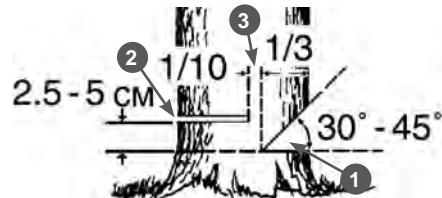

Рис. 9 Расположение запила, пропила и недопила
- Начните пилить с той стороны дерева, куда оно должно упасть (Рис. 9). Сделайте запил 1 с той стороны, куда должно упасть дерево, глубиной примерно $\frac{1}{3}$ диаметра ствола и под углом от 30 до 45 градусов (Рис. 9). В начале пиления первым должен коснуться дерева зубчатый упор. Затем, используя зубчатый упор в качестве точки вращения, вращением электропилы погружайте шину с движущейся цепью в древесину. При спиливании крупных деревьев перестановку упора делают несколько раз.
- Сделайте основной валочный пропил 2 с противоположной стороны, выше основания запила на 2,5-5 см. Между основным пропилом и запилом должен оставаться недопил 3 равный примерно $\frac{1}{10}$ диаметра ствола. Вставьте своевременно клин в пропил. Недопил 3 действует как шарнир и позволяет контролировать падение дерева (Рис. 9).
Ни в коем случае не допиливать до конца недопил 3 (Рис. 9), так как при этом невозможно контролировать направление падения дерева.